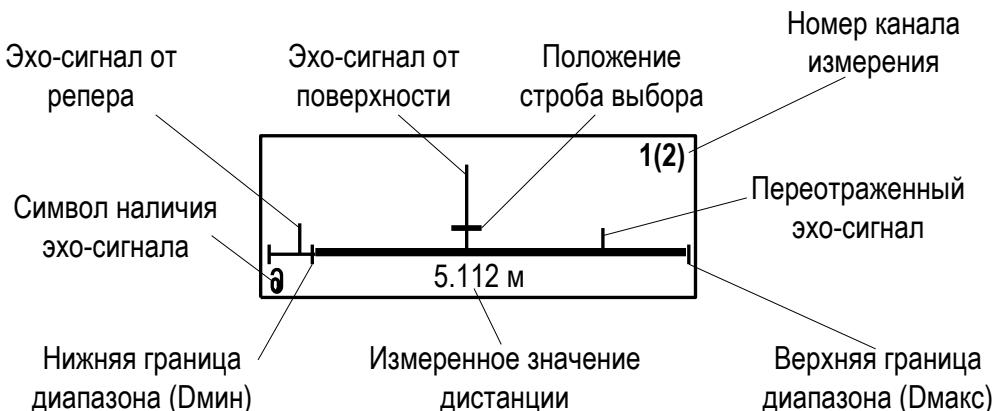

Рис.2. Вид окна Развертка.
1.1.8. В уровнемере предусмотрена возможность индикации в графической форме регистрируемых сигналов, попадающих в заданный диапазон измерений. Сигналы отображаются в окне **РАЗВЕРТКА** (**Настройка / Параметры объекта / Развертка**) в порядке прихода по времени (рис.2).